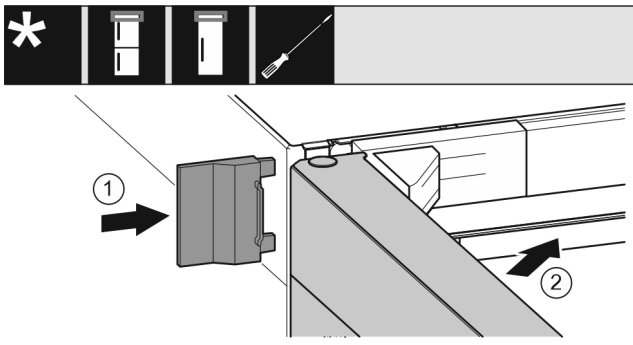

Fig. 29
- ▶ Applicare la copertura esterna Fig. 29 (1).
- ▶ Chiudere la porta superiore Fig. 29 (2).